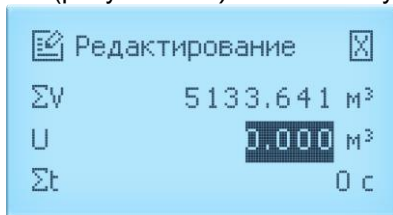

Рисунок 2.20 – Окно «Редактирование»
2.5.7.3 Если пароль набран правильно, то на индикаторе появится сообщение «Выполнено! Нажмите кнопку» (рисунок 2.14). Для перехода к окну «Редактирование» (рисунок 2.20) нажать любую кнопку.
Для возврата к окну «Редактирование» (рисунок 2.20) без сохранения изменений:
2.5.7.6 Для возврата к экрану №5 «Счетчики» в окне «Редактирование» (рисунок 2.20):